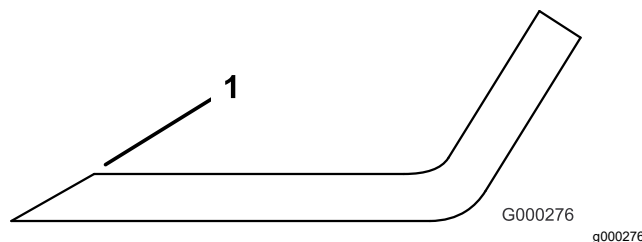

Figura 23
1. Afile el filo de corte en ambos extremos de la cuchilla (Figura 23). Mantenga el ángulo original. La cuchilla permanece equilibrada si se retira la misma cantidad de material de ambos bordes de corte.